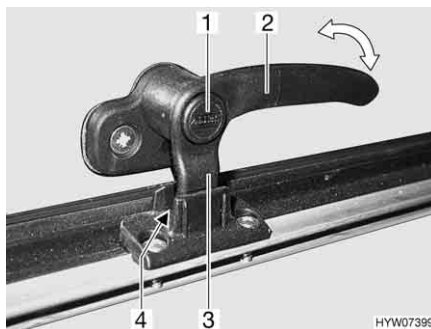

Fig. 24 Leva di serraggio (posizione "Aerazione continua")
- In posizione di "Aerazione continua" (Fig. 24)
- Premere il bottone di sicurezza (Fig. 24,1) e mantenerlo premuto.
- Ruotare la leva di serraggio (Fig. 24,3) di un quarto di giro verso il centro della finestra.
- Girare nuovamente all'indietro la leva di serraggio. Riportare contemporaneamente il nasello di chiusura (Fig. 24,3) della leva di serraggio nella rientranza della chiusura della finestra (Fig. 24,4).
- Rilasciare il bottone di sicurezza (Fig. 24,1).